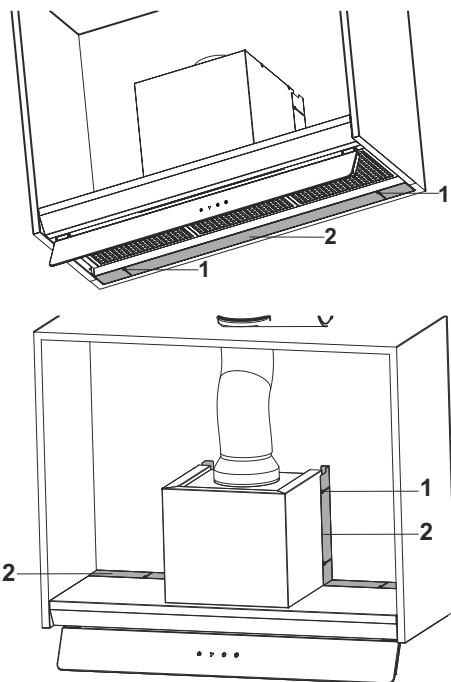

Fig. 18
4. Se c'è spazio tra la cappa e la superficie posteriore, riempire questo spazio con il distanziale montata sull'apparecchiatura (Fig. 18).
Allentare le viti di connessione del distanziale e incollare distanziale spingendolo fino alla parete posteriore. Ripetere questo per altri distanziali sul corpo (Fig. 18).